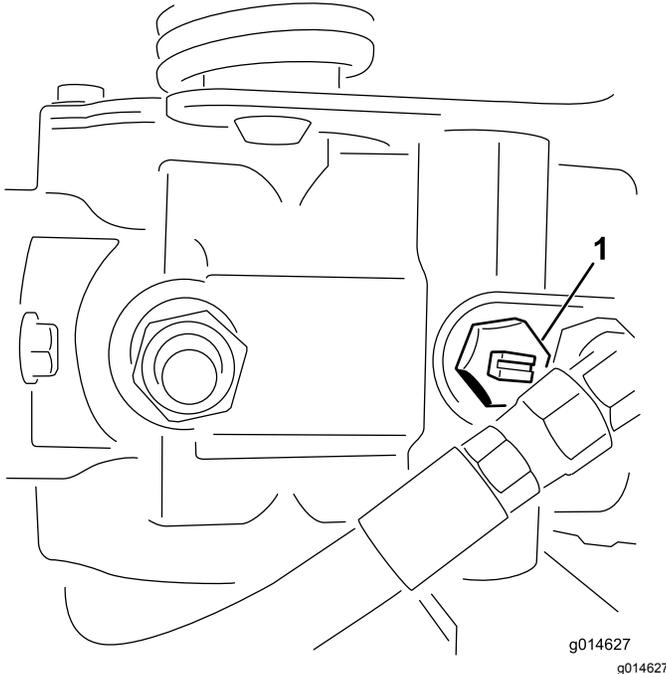

图24
2. 启动发动机之前、旋转旁通阀、使槽处于水平位置、这样就可以关闭旁通阀 (图24)。
1. 找到并旋转泵上的旁通阀使槽处于垂直位置图24。